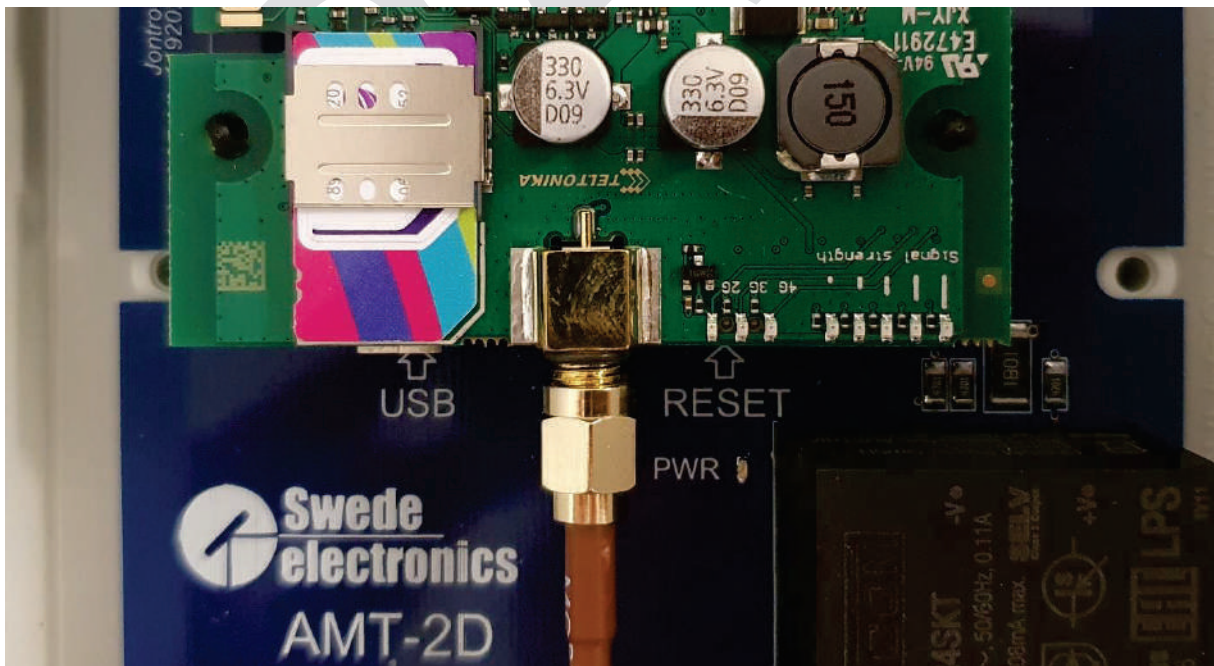

Bild 5 - Mobilantenn kopplad till huvudmodulen
5. Efter inloggning öppnas huvudfönstret som har flera alternativ som kan ändras av användaren. Fönstret kommer att se ut som i bild 5 när det först öppnas.